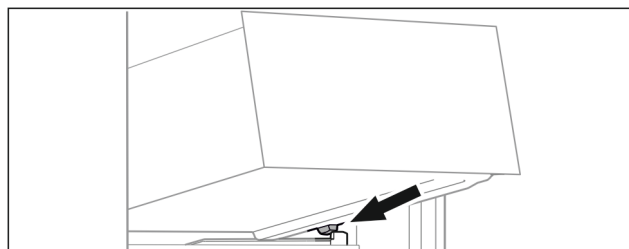

Fig. 25
- ▶ Applicare il cassetto inclinandolo dietro i fermi sulla nervatura del contenitore. (vedere Fig. 25)